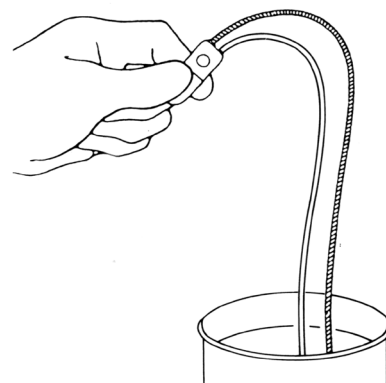

Figura 4-2a. Plasați capetele ambelor tuburi în soluția de umplere
1. Plasați capătul fiecărui tub într-o tăviță cu soluția de umplere adecvată. (**Figura 4-2a**)